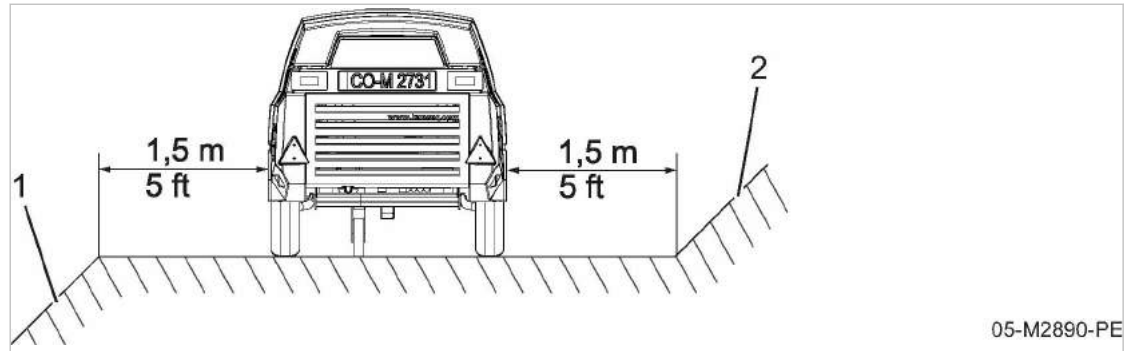

Fig. 12 Minimale afstand tot bouwputten/bermen
- ① Bouwput
- ② Berm
1. Plaats de machine op voldoende afstand (minstens 1,5 m) van bermen en randen van bouwputten, zie afbeelding 12.